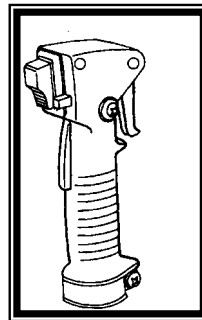

Figure 8
2. Pousser l'interrupteur marche/arrêt sur O (OFF) pour arrêter le moteur (Figure 8).